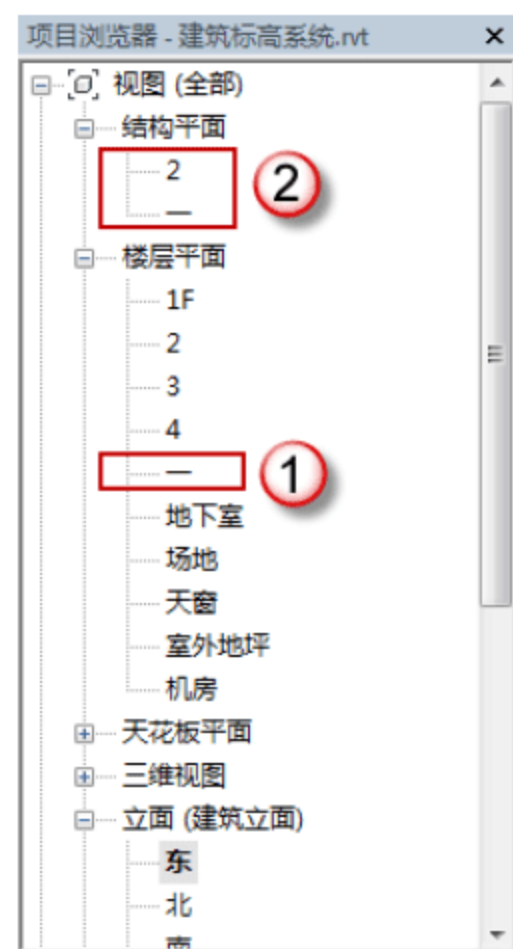
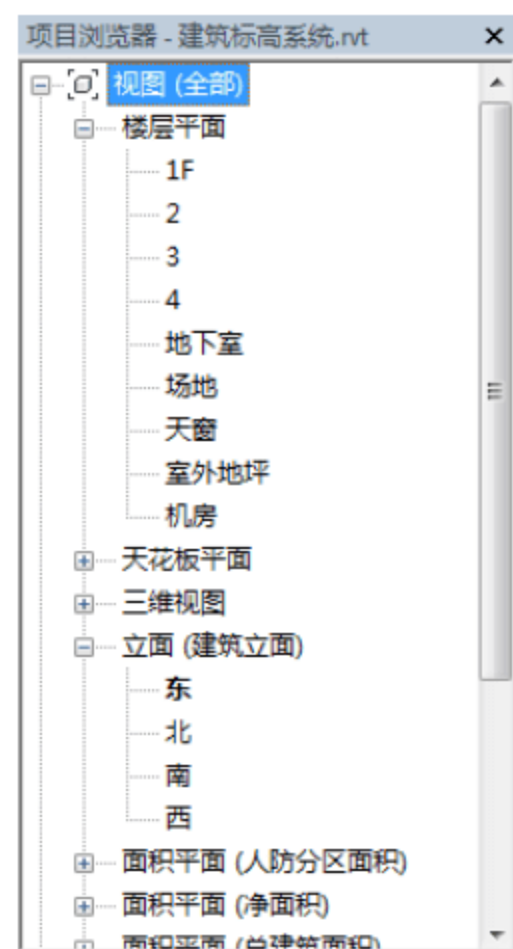

图 1.2.46 删除平面视图
图 1.2.47 删除后的平面视图
(7) 删除楼层平面视图与结构平面视图。在“项目浏览器”面板中选择“楼层平面”栏中的“1”楼层平面视图，按 Delete 键将其删除。同样选择“结构平面栏”中的“一”和“2”结构平面视图（这是系统默认的两个结构平面），按 Delete 键将其删除，如图 1.2.46 所示。删除后的“项目浏览器”面板如图 1.2.47 所示。